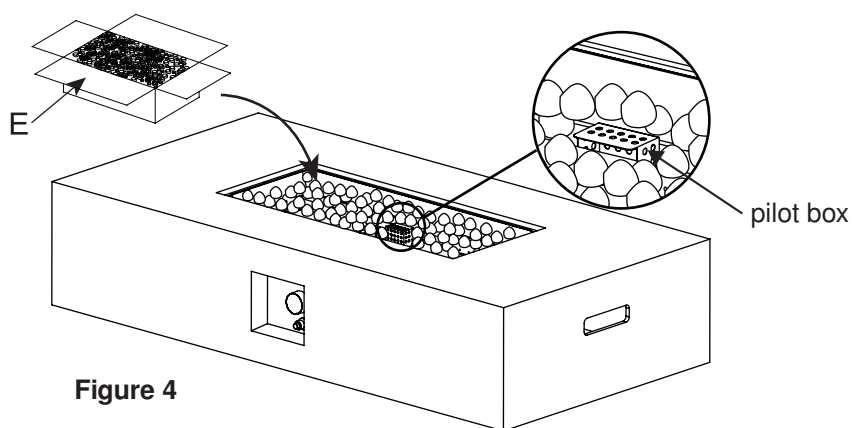

Figure 4
5. Turnați pietrele de lavă (E) în bolul șemineului (B) (vezi Figure 4).